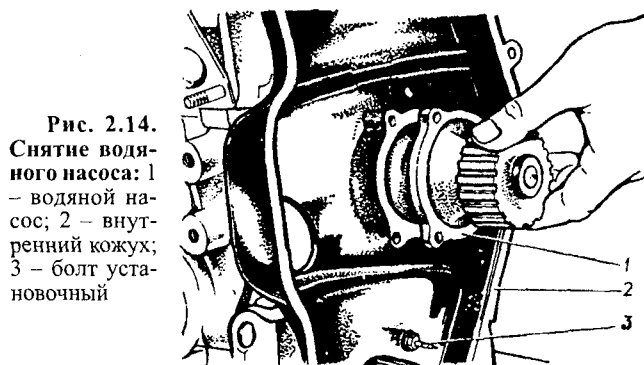

Рис. 2.14. Снятие водяного насоса: 1 – водяной насос; 2 – внутренний кожух; 3 – болт установочный
– Отвернув болты, снять внутренний кожух зубчатого ремня 2 (рис. 2.14).